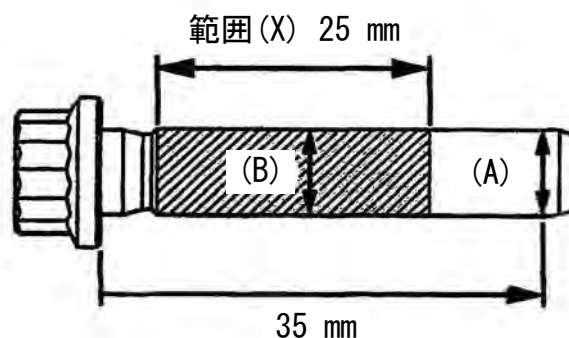

図6
ボルト寿命 確認方法	<ol style="list-style-type: none"> 1. ネジ部の最も太い外径 (A) を測定 2. ネジ部の図示中斜線範囲内 (X) で最も細い外径 (B) を測定 3. 外径 (A) と外径 (B) の差が次の限度値を越えた場合、コロッドボルトの伸びが寿命の為、交換を行ってください。 4. 測定位置は図6を参照してください。 <p>限度値 0.10 mm</p>